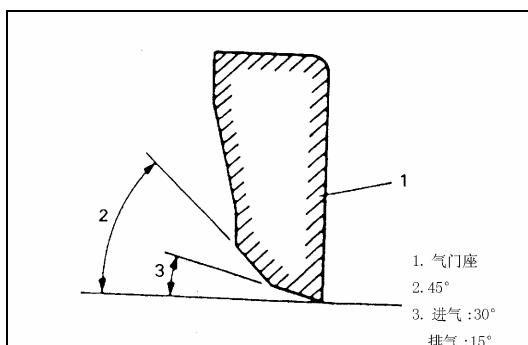

Рис. 4-102.
2). Гнездо впускного клапана ремонтируется в последовательности, аналогичной ремонту гнезда выпускного клапана, как показано на Рис. 4-102. Но угол первой обточки составляет  $30^\circ$ .